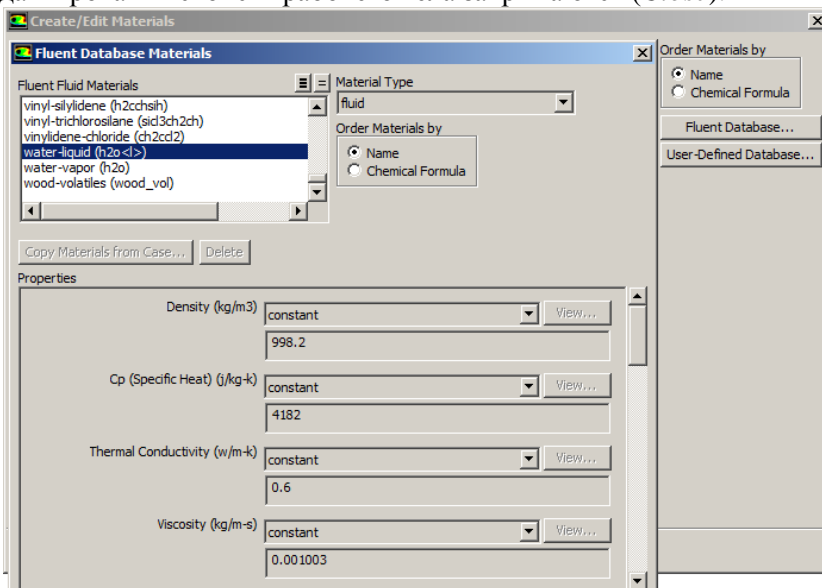

Рис. 33 – Добавление в проект нового рабочего тела
**Шаг 4.** Добавляется в проект расчёта новое рабочее тело - воду. Для этого нужно перейти на вкладку *Materials* (вещества) и нажать кнопку *Create/Edit*. По умолчанию в проекте доступны два вещества: воздух (*air*) в качестве текучей среды (*fluid*) и алюминий (*aluminum*) в качестве сплошной (*solid*). В появившемся окне свойств *Create/Edit Materials* находятся настройки теплофизических свойств используемых веществ. Чтобы добавить новое вещество из встроенной базы данных необходимо нажать на кнопку *Fluent Database*. В появившемся окне базы данных веществ *Fluent Database Materials* нужно найти воду (*water-liquid(h2o)*). Выбранный компонент добавляется в проект нажатием кнопки *Copy* (рис. 33). После этого окна редактирования свойств рабочего тела закрываются (*Close*).